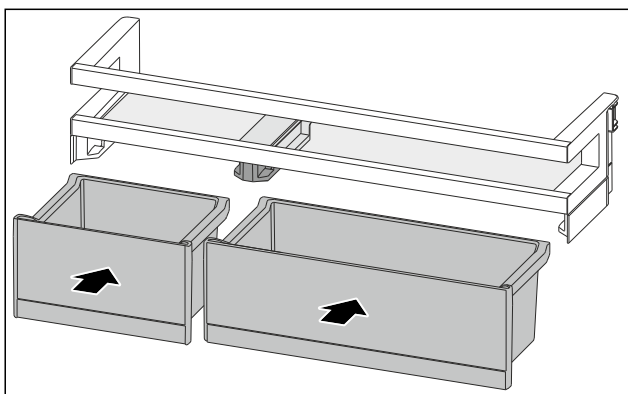

Fig. 88
- ▶ VarioBoxen in getauschter Anordnung einsetzen. (siehe Fig. 88)